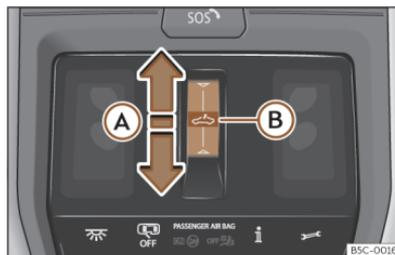

Abb. 82 Im Dachhimmel: Bedienelement für Panorama-Schiebedach.
- Automatische Bewegung: Den Finger nach hinten über den Funktionsbereich >>> (Abb. 82) (A) ziehen.
- Innerhalb von etwa 5 Sekunden nach der Aktivierung des Einklemmschutzes den Finger nach vorne über den Funktionsbereich  >>> (Abb. 82) (A) ziehen und gedrückt halten bis das Dach vollständig geschlossen ist.